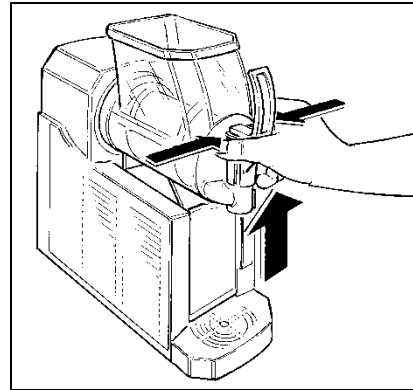

Fig. 4
- **D**émonter le robinet du bac en appuyant simultanément sur les deux ailettes du bloc et le soulever de manière à l'extraire de son logement (fig.4).